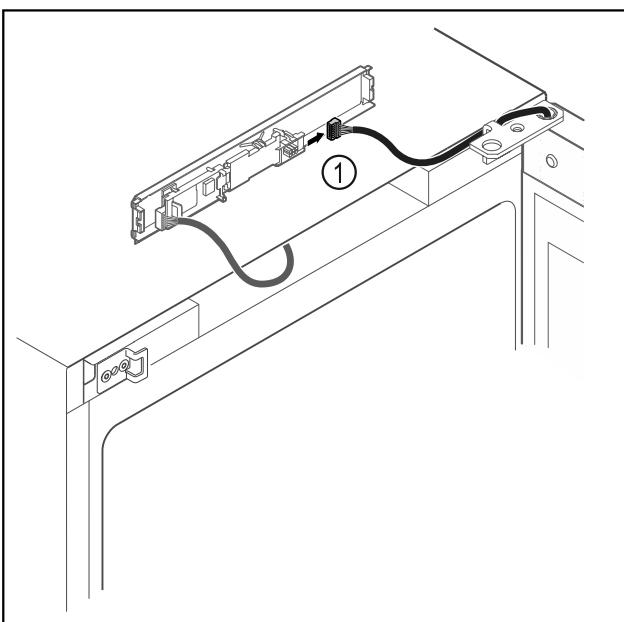

Fig. 17
- Odpojte zástrčku Fig. 17 (1) z dosky plošných spojov.